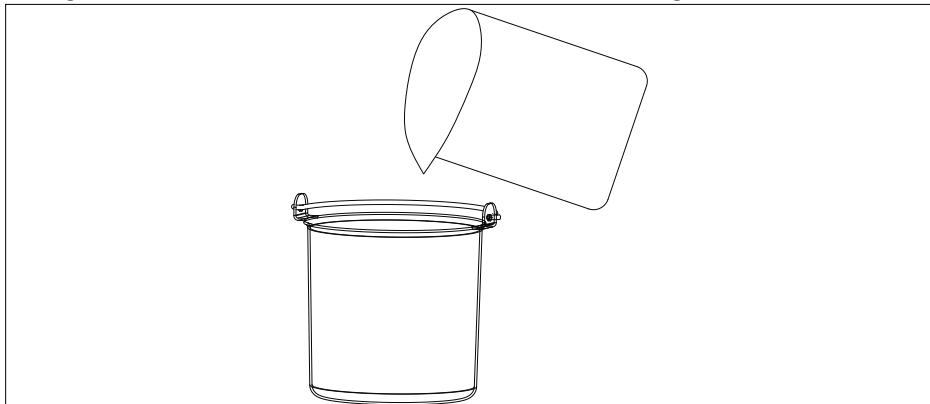

Fig. 3
- ▶ Riempire il contenitore di alluminio con gli ingredienti preparati. Per dosare gli ingredienti utilizzare il misurino in dotazione (vedere la fig. 3).